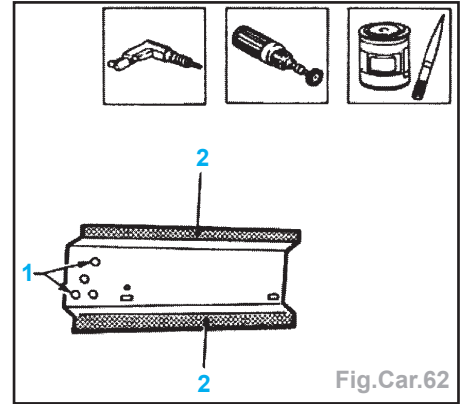

Fig.Car.62
- Effectuer des trous (1) (Fig.Car.62).